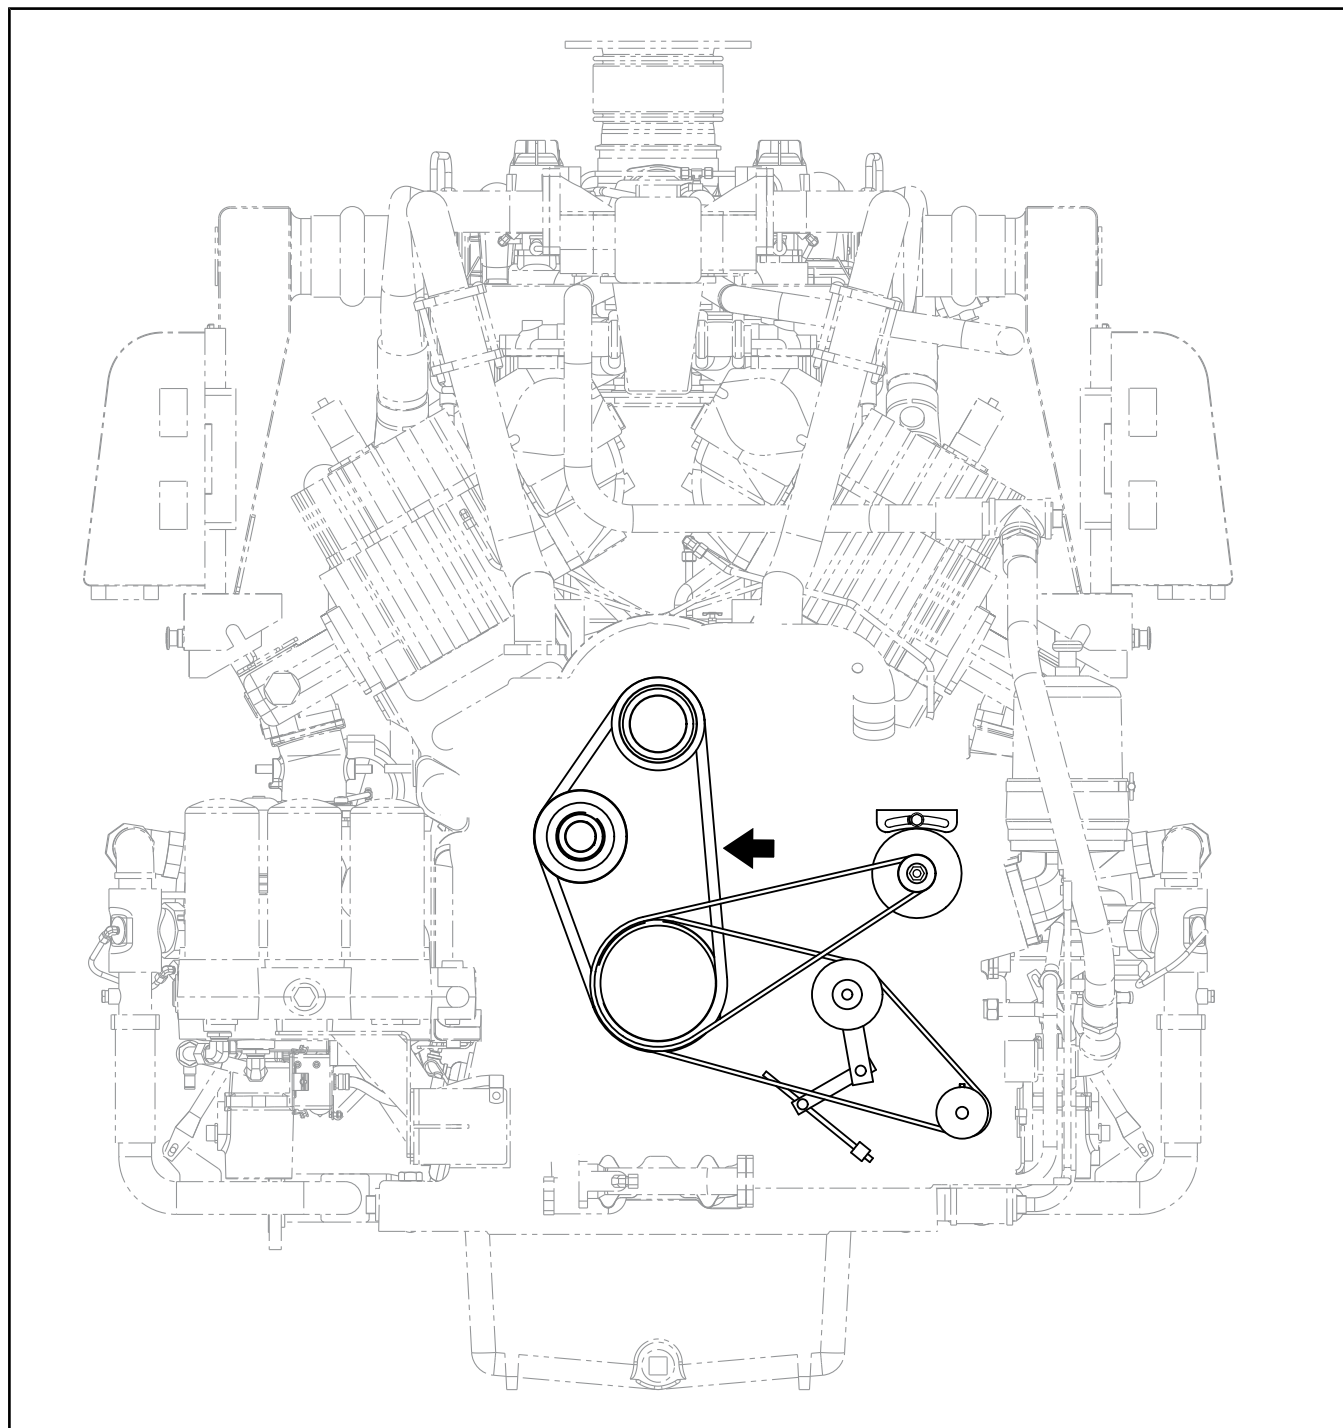

Рисунок 7.05-5: Приводной ремень насоса контура рубашки
- a. Измерьте натяжение ремня в середине наиболее длинного участка ремня (см. Рисунок 7.05-5).
- b. Разместите основание крупного уплотнительного кольца (см. Рисунок 7.05-5) на заданной отметке, см. Таблица 7.05-7.